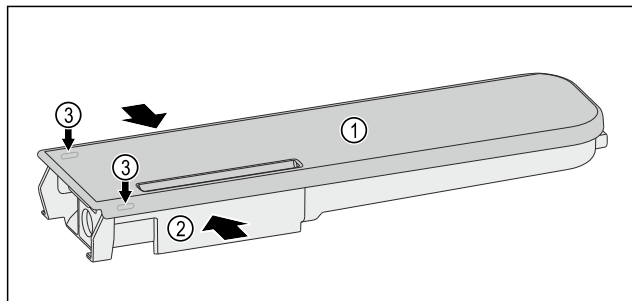

Fig. 173
- Стиснете резервоара за вода Fig. 173 (2) и внимателно откачете и изтеглете нагоре капака Fig. 173 (1) над фиксиращите палци Fig. 173 (3).
- Раздвижете капака Fig. 173 (1) леко напред-назад и го свалете нагоре.